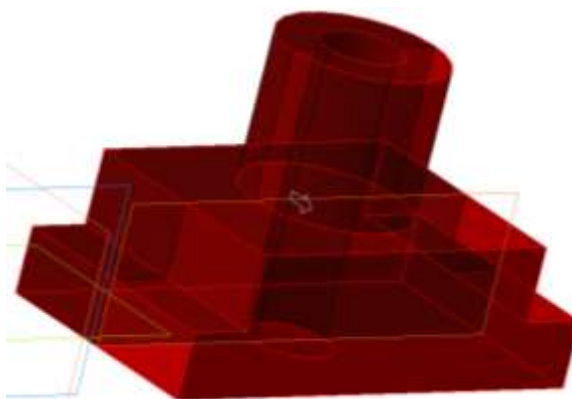

Рис. 7.15. Вид объекта
- 7) Выбираем значения используя древо модели: Поверхность → Тело 1, Секущий объект → Смещенная плоскость 1. Выбираем направление так, чтобы стрелка показывала на нас (рис. 7.15).